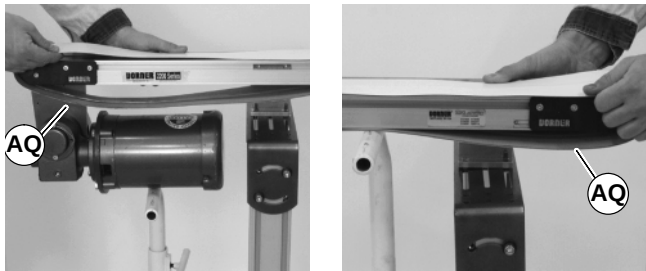

Abbildung 22
7. Den Gurt (AQ siehe Abbildung 22) vom Förderband abnehmen.